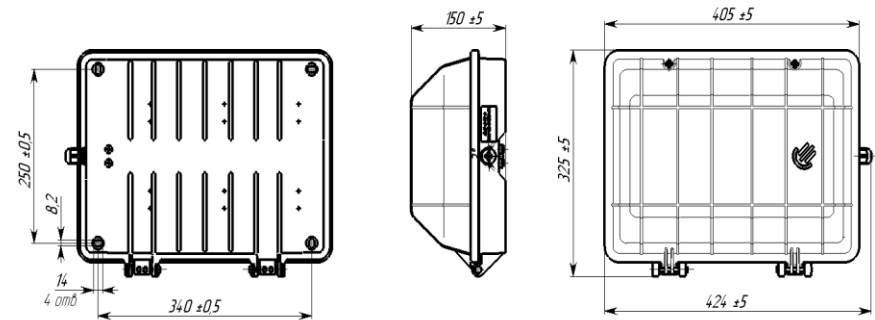

Рисунок 1
2.1 Светильник ДБУ02-40-002 У1 (рисунок 1) предназначен для наружного освещения: освещения прилегающих к зданиям территорий, внутридворовых территорий, входов в подъезды зданий, переходов, подземных пешеходных переходов.